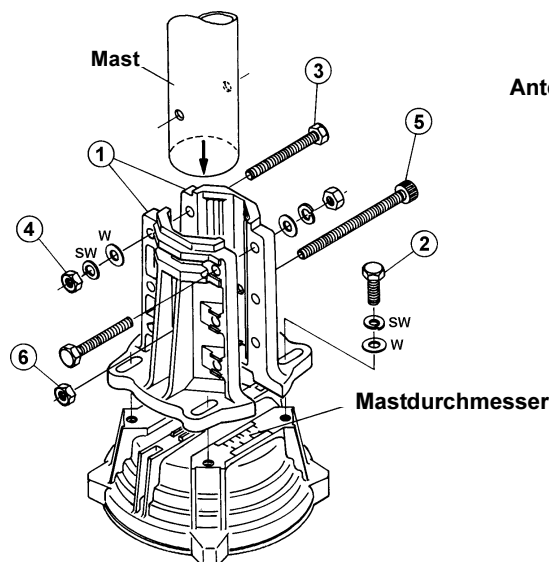

Abbildung 13
4. Bringen Sie die Mastklemme ① mit Hilfe der mitgelieferten M8 x 30-Schrauben ②, Federscheiben und Unterlegscheiben lose am Rotorgehäuse an (siehe Abbildung 13).
5. Führen Sie das Antennenrohr mit Hilfe eines Hilfsmastes oder einer anderen Hebeeinrichtung von oben durch das Lager in die Masthalterung des Rotors. Befestigen Sie die Mastklemmen lose mit Hilfe der mitgelieferten M8 x 70-Schrauben ③, Federscheiben und Unterlegscheiben.
6. Schieben Sie die mitgelieferte M8 x 95-Schraube ⑤ durch die Mastklemmen und den Mast, und befestigen Sie sie lose mit Hilfe der mitgelieferten Mutter ⑥.